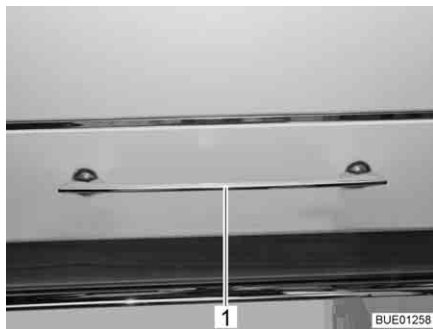
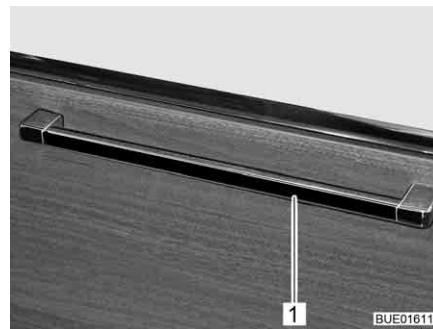

Bild 77 Skåplucka med låshandtag
Bild 78 Skåplucka med låshandtag (alternativ)
- Tryck låshandtaget (Bild 77,1 resp. Bild 78,1) uppåt, åt sidan eller nedåt, beroende på monteringsläge, och håll det nedtryckt.